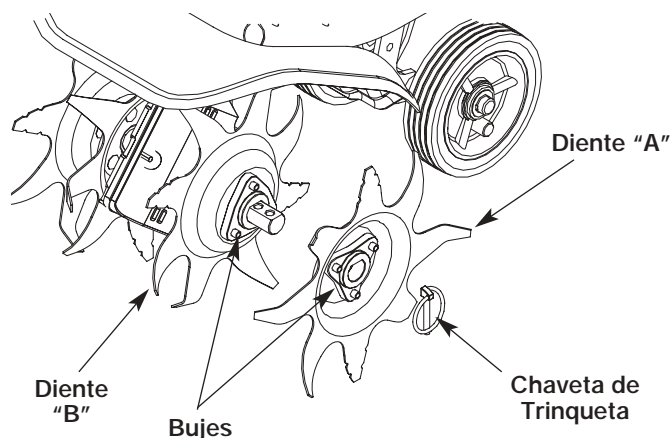

Fig. 14
1. Coloque el control de encendido y apagado en la posición de APAGADO (O) y desconecte el cable de la bujía de encendido.
2. Saque las presillas del pasador de la horquilla y los pasadores de la horquilla (Fig. 14).
5. Ubique un diente A y un diente B en el árbol del diente (Fig. 14).